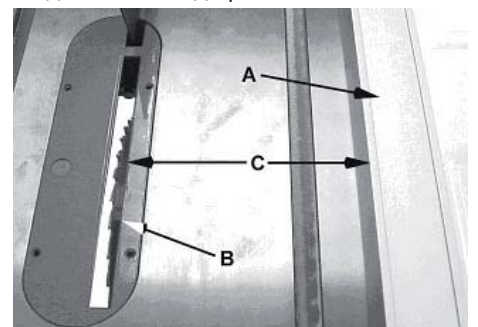

Рис. 29
- Паралельний упор (A, Рис. 29) повинен бути встановлений за шириною розпилу (C, Рис. 29), використовуючи шкалу передньої планки або вимірявши відстань між пиляльним диском (B) та упором (A).